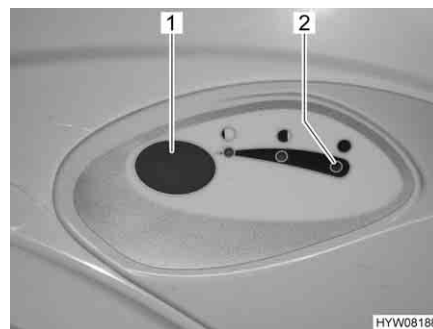

Bild 248 Spülknopf/Kontroll-Leuchte Thetford-Toilette
- Zum Spülen den blauen Spülknopf (Bild 248, 1) drücken.
Die Kontroll-Leuchte (Bild 248, 2) leuchtet, wenn der Fäkalientank entleert werden muss.